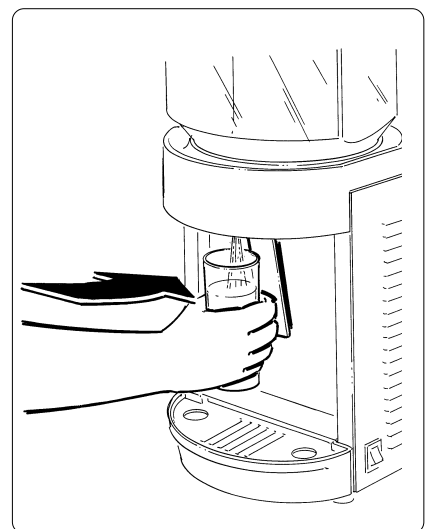

Fig. 2
- Pour la distribution du produit, placer un verre sous le robinet et pousser le levier correspondant vers l'intérieur (fig. 2).